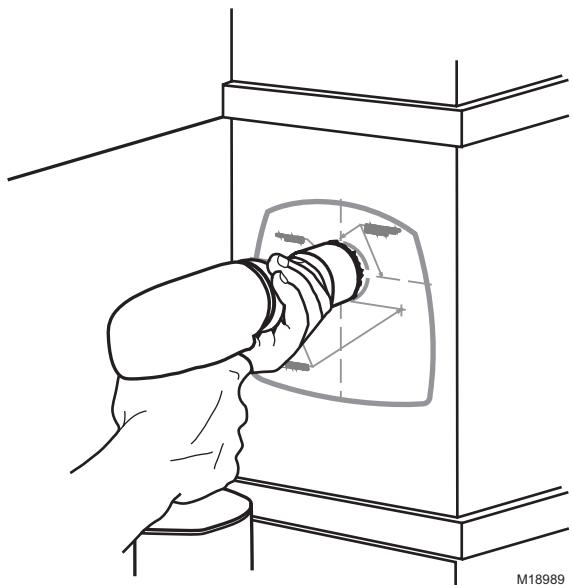

Fig. 5. Realice en el conducto el agujero correspondiente a la bombilla.
3. Realice en el conducto el agujero de 2 pulgadas correspondiente a la bombilla. Vea la Fig. 5. Quite las rebabas.